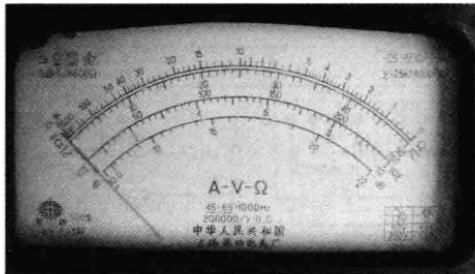

图 4-4 表盘
(1) 表盘。表头上的表盘印有多种符号、刻度线和数值，如图 4-4 所示。